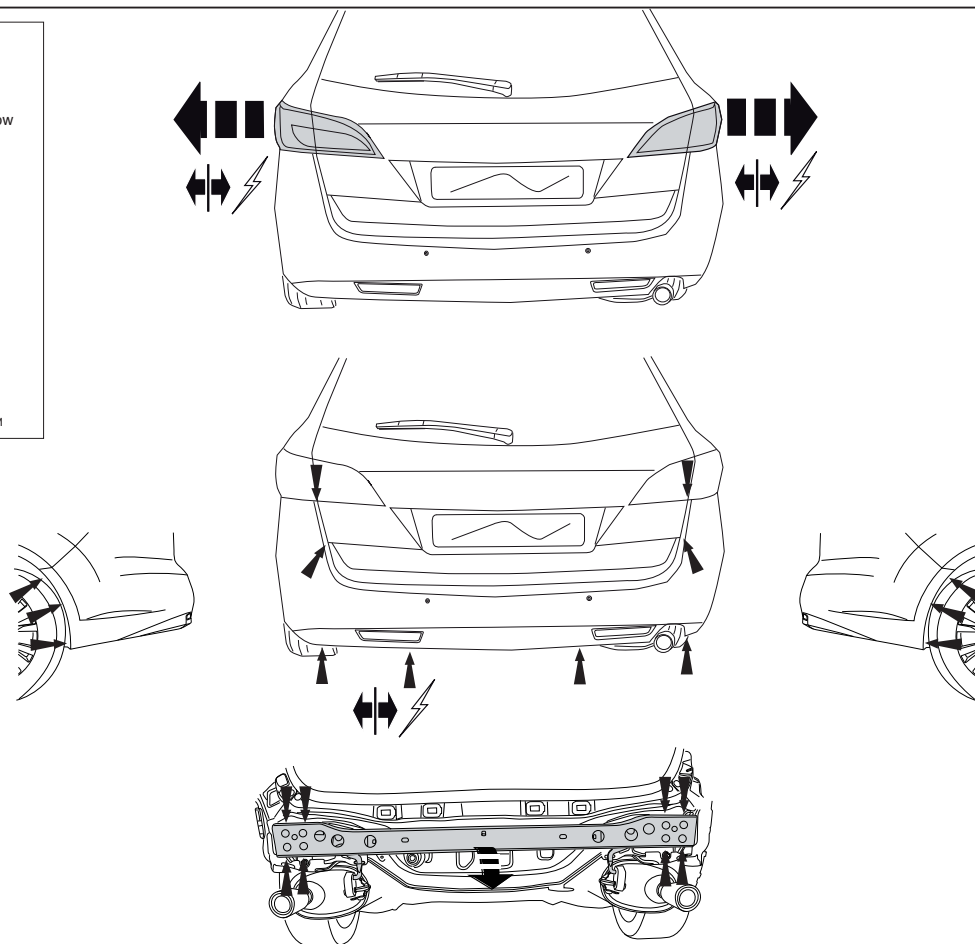

Fig.1
1. Снять задние фары и бампер. См. рисунок 1.
3. Снять поперечный брус автомобиля. См. рисунок 1.